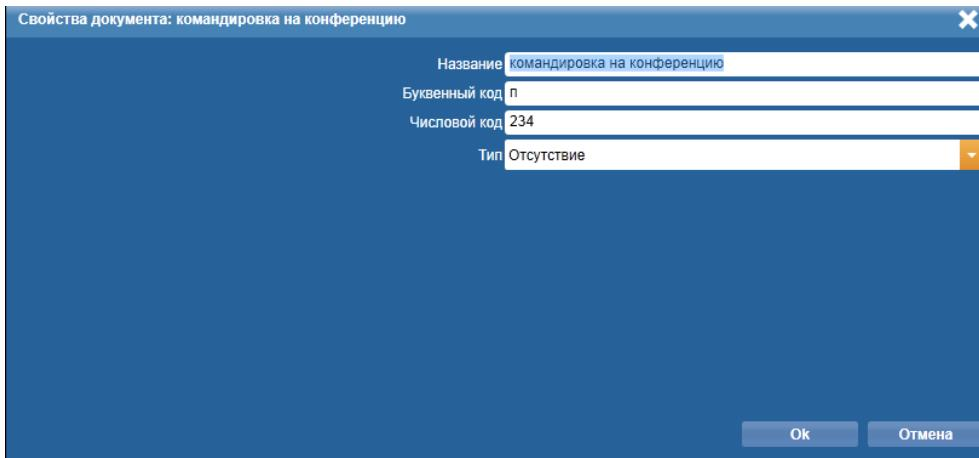

Рисунок 52.Окно Свойства документа
- 2) В отобразившемся окне **Документы** (Рис. 52) выбрать документ, который необходимо отредактировать,
- 4) В открывшемся окне **Свойства документа** (Рис. 52), аналогичное окну **Создание документа** изменить необходимые параметры,